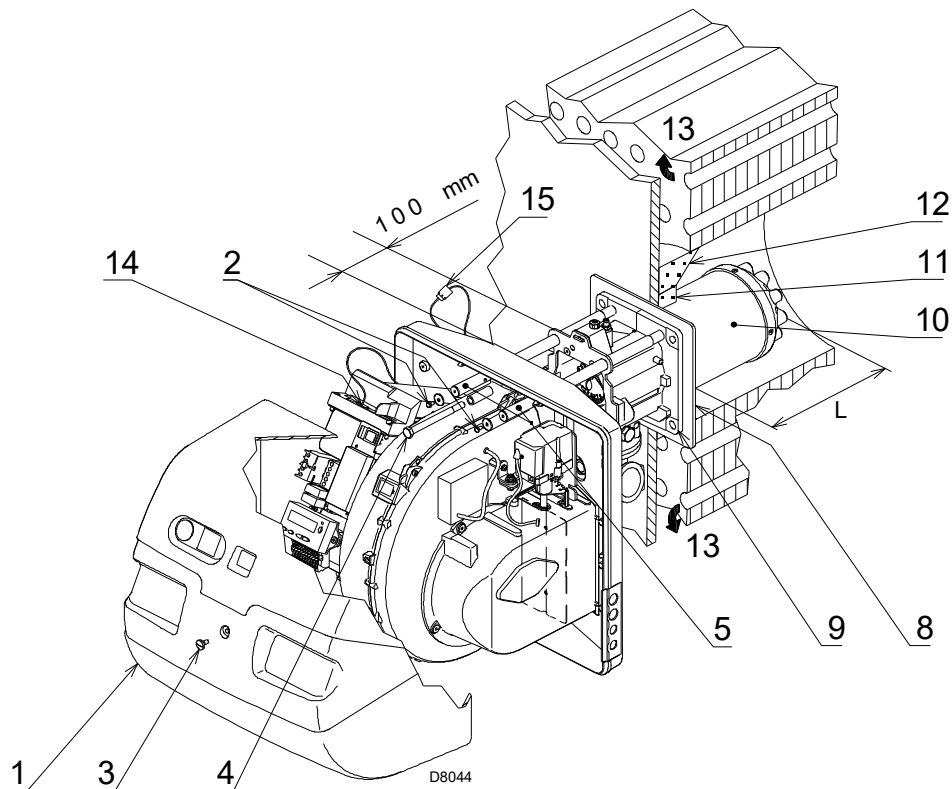

Fig. 17
Per le caldaie con giro dei fumi anteriore 13)(Fig. 17), eseguire una protezione in materiale refrattario 11), tra refrattario caldaia 12) e boccaglio 10).
Separare la testa di combustione dal resto del bruciatore, come in Fig. 17; procedere come segue:
- rimontare il bruciatore sulle guide 3) a circa 100 mm dal manicotto 4) - bruciatore nella posizione illustrata in Fig. 17;
- connettere la spina del servomotore 14)(Fig. 17 a pag. 23) ed avvitare il passacavo 15);